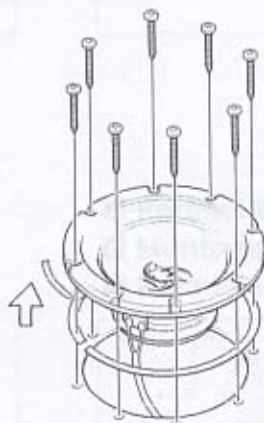

Fig. 3 Abb. 3
5. Install the unit as shown in Fig. 3.
5. Installer l'appareil de la manière indiquée à la Fig. 3.
5. Das Gerät einbauen, wie in Abb. 3 dargestellt.